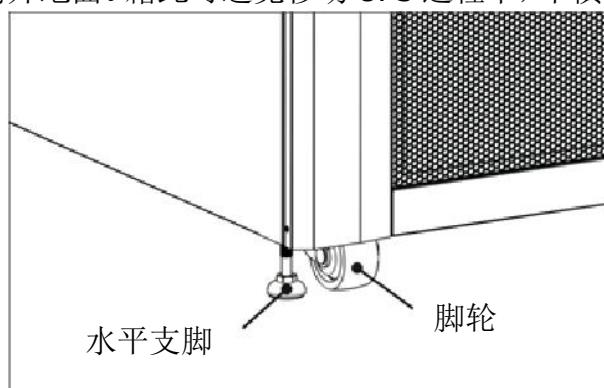

图 2-6
5. 机台底部 4 个脚轮用于短距离移动 **UPS** 到指定位置。在移动前，请务必以逆时针旋转底部 4 个水平支脚，使其上升离开地面。藉此可避免移动 **UPS** 过程中，不慎损伤水平支脚。参阅图 2-6。